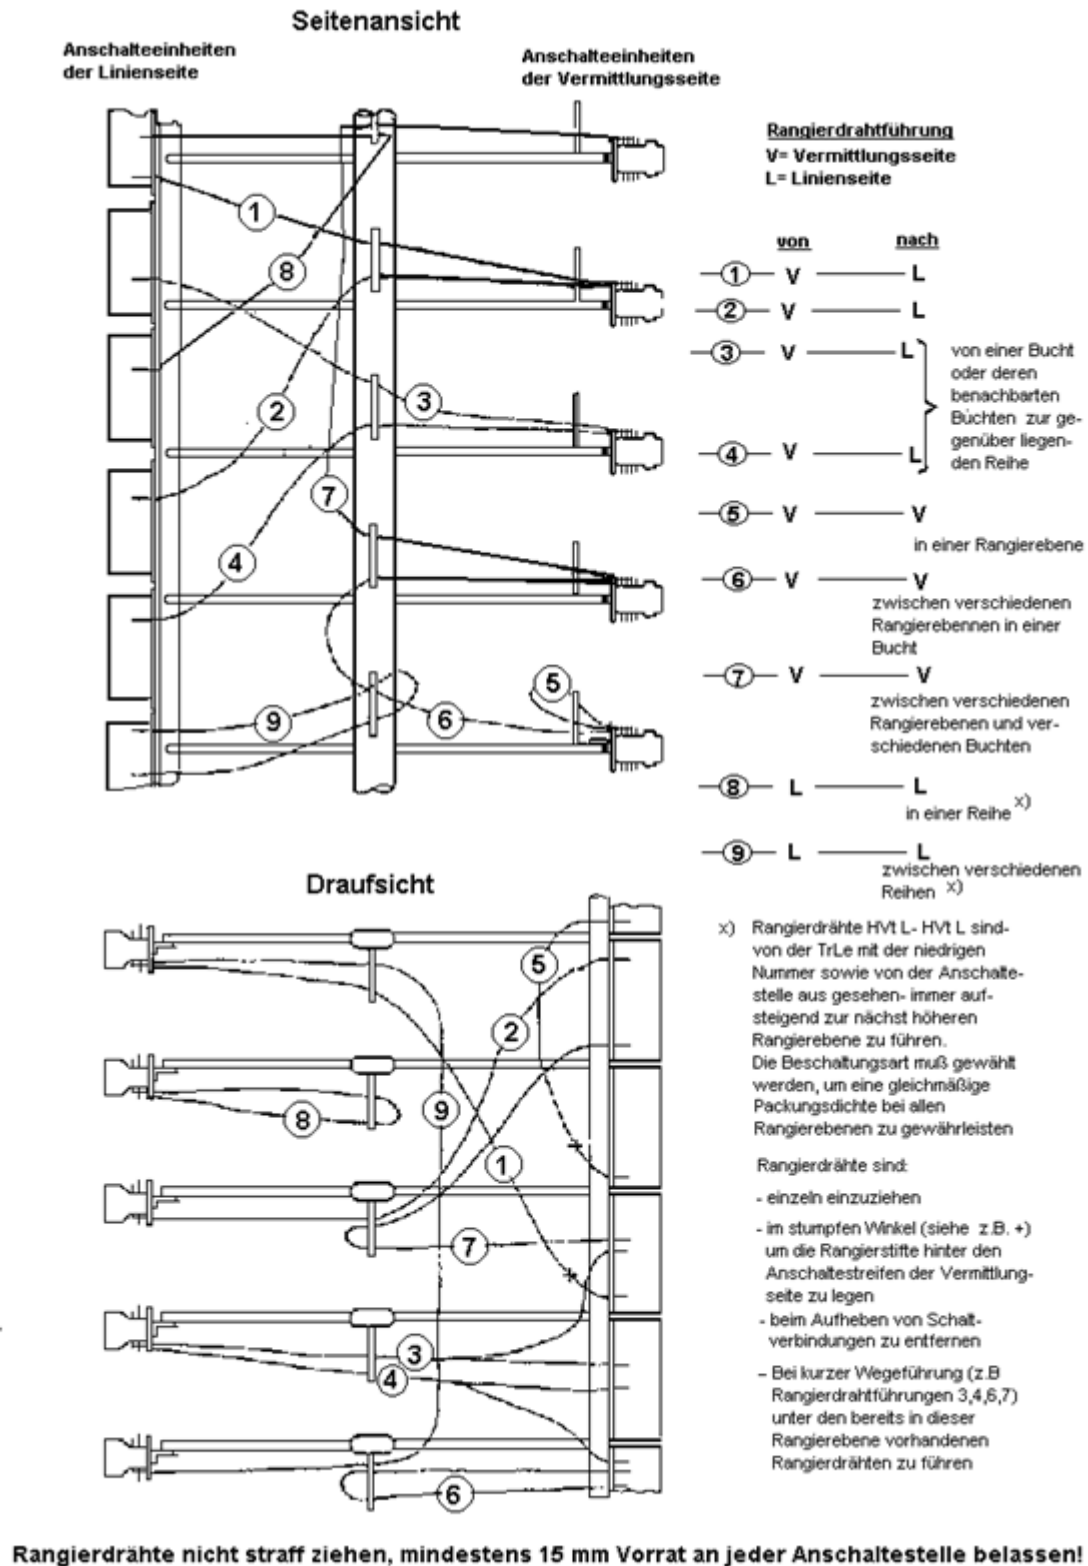

Abbildung 40: HVT 55 – Rangiervorschriften
- 4) Rangierungen sind nach den entsprechenden Ausführungsunterlagen und Rangiervorschriften (*Abbildung 40*) auszuführen.